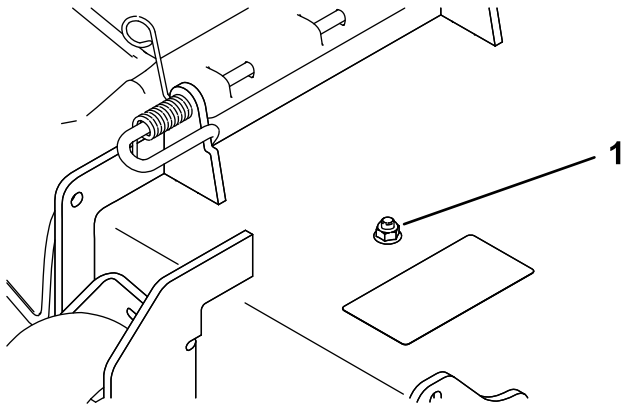
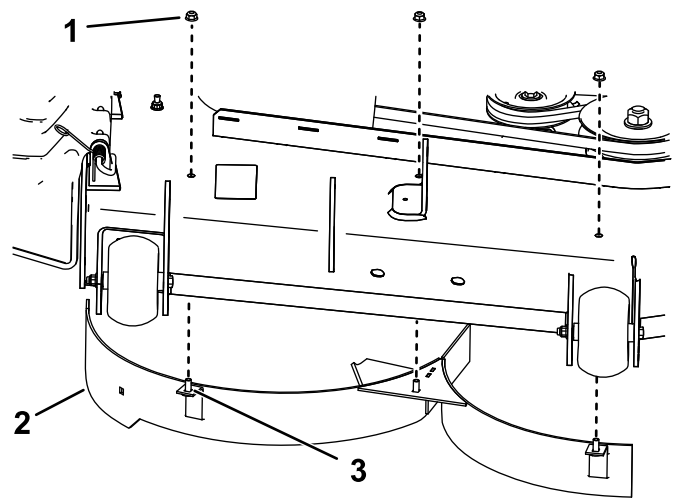

Figure 7
Figure 8
1. Nehmen Sie die Mutter und Schraube von der in Figure 7 oder Figure 8 dargestellten Stelle ab.
2. Montieren Sie das rechte Ablenkblech mit drei Muttern (5/16"), wie in Figure 8 dargestellt. Ziehen Sie die Befestigungen handfest an.